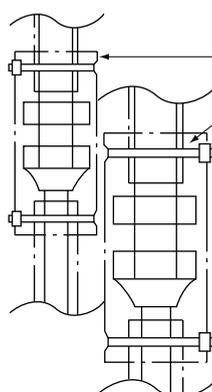

Fig. 13
- Terminato il controllo di eventuali perdite dai collegamenti delle tubazioni, eseguire l'isolamento termico. (**Fare riferimento alla Fig. 13**)
- Eseguire l'isolamento termico sia del tubo del liquido che del tubo del gas con l'isolante allegato per il raccordo (5) e (6). (Serrare entrambe le estremità dell'isolante per il raccordo (5) e (6) con la fascetta (8).)